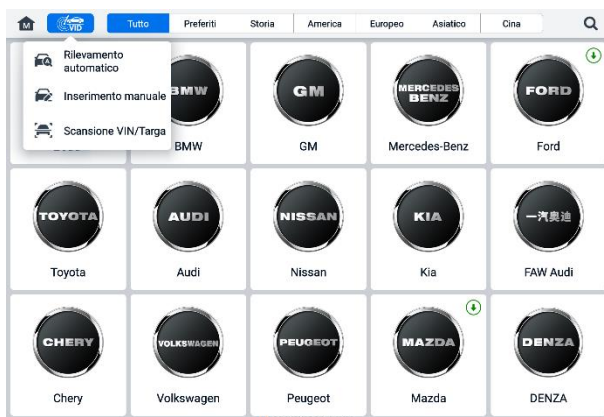

Figura 6-6 Schermo del pulsante VID
2. Tocca il pulsante **VID** sulla barra degli strumenti in alto (vedi Figura 6-6 Schermo del pulsante VID).
Tocca Scansiona **VIN /Planner** nell'elenco a discesa (vedere Figura 6-6 Schermo del pulsante VID), si aprirà la fotocamera. Sul lato destro dello schermo, dall'alto verso il basso, sono disponibili tre opzioni: **Scansione codice a barre**, **Scansione VIN** e **Scansione targa**.